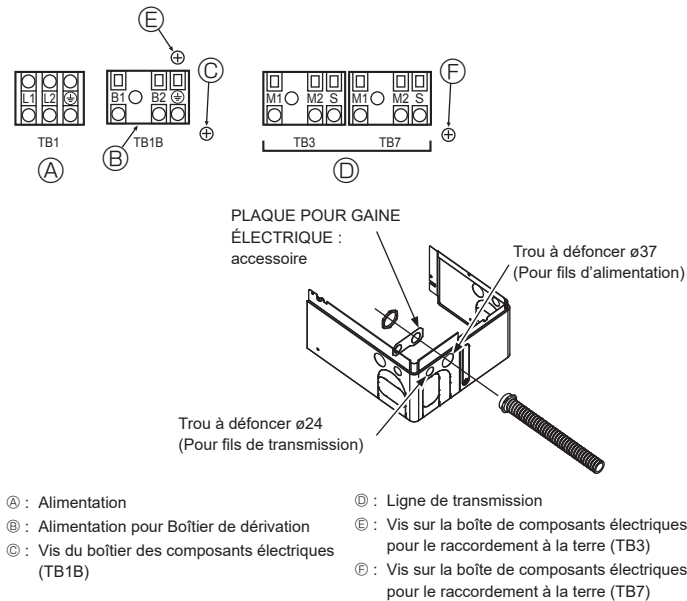

Fig. 6-1
- ⑩ Avant de mettre l'appareil extérieur sous tension, veiller à mettre sous tension les appareils intérieurs et les Boîtiers de dérivation.
6.2. Boîtier de commande et emplacement pour le raccordement des câbles (Fig. 6-1)